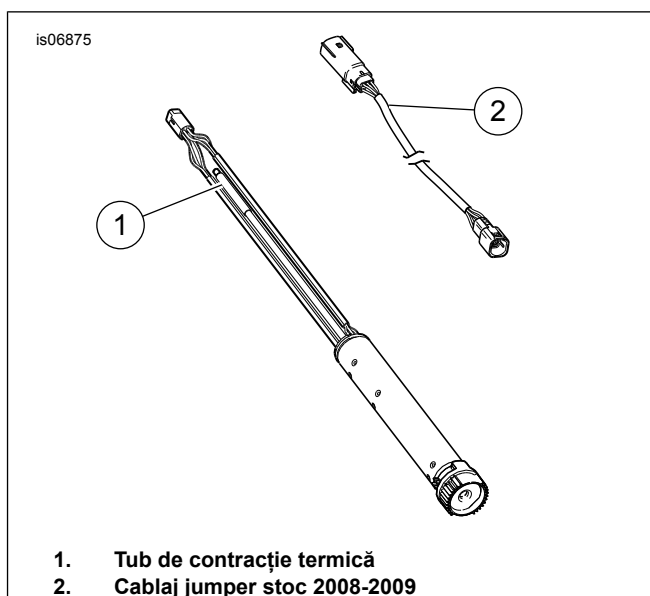

Figura 2. TGS și cablaj 2008 și 2009
3. Consultați Figura 2 . Deconectați cablajul jumper TGS de la TGS și de la cablajul principal și aruncați cablajul jumper stoc (2).